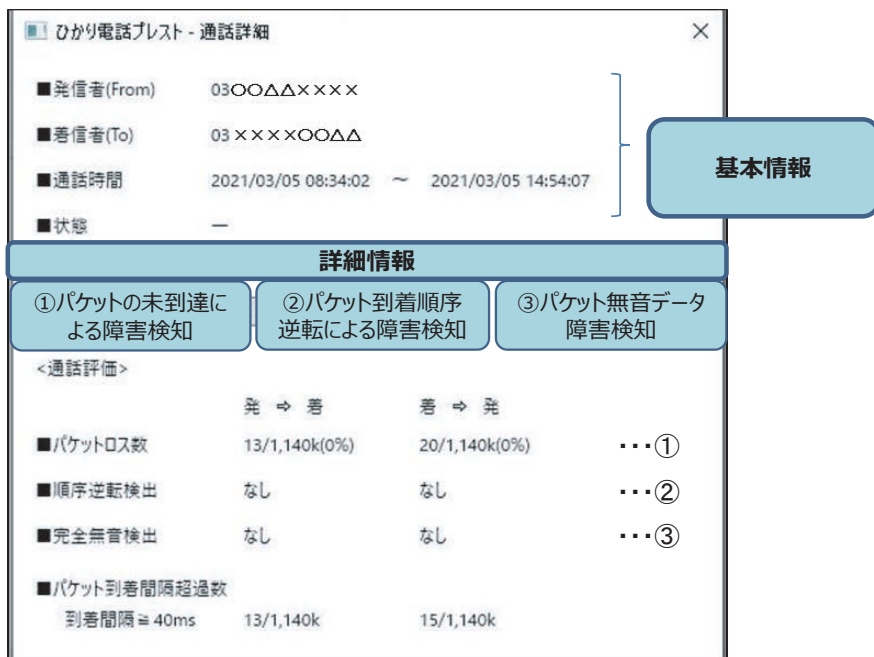

図4 通話詳細画面
- ④③の画面で音声の状態を確認したい通話をクリックすると通話詳細・統計情報が表示されます (図4)。
- ⑤表示内容に基づいて異常有無を判定します。
上述したリアルタイム解析機能の通話一覧の中から選択すると、統計情報ウィンドウに表示される (図4) 「通話評価」の内容から、RTPで送られる音声データの以下のような異常の有無が判断できます。